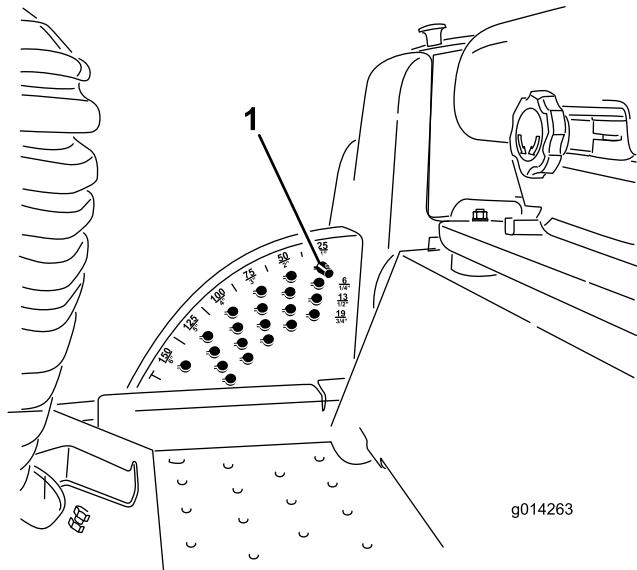

Figure 16
Remarque: Pour bloquer le plateau de coupe/l'accessoire en position relevée, levez le plateau au-delà de la position 15 cm, retirez la goupille de butée de hauteur de coupe (voir Réglage de la hauteur de coupe), et placez-la à la position 15 cm (Figure 16).
1. Lorsque le moteur tourne, repoussez la commande de relevage plateau de coupe en arrière jusqu'à ce que le plateau soit complètement relevé et **relâchez immédiatement la commande** (Figure 16).
2. Pour régler la hauteur de coupe, tournez la goupille de butée jusqu'à ce que la saillie s'aligne sur les fentes dans les trous du support de hauteur de coupe et déposez-la (Figure 16).
3. Placez la goupille dans le trou du support correspondant à la hauteur de coupe voulue et tournez-la pour la verrouiller en place (Figure 16).
Remarque: Il y a quatre rangées de trous (Figure 16). La première rangée donne la hauteur de coupe indiquée au-dessus de la goupille. La deuxième rangée donne la hauteur indiquée plus 6 mm. La troisième rangée donne la hauteur indiquée plus 12 mm. La dernière rangée donne la hauteur indiquée plus 18 mm. Un seul trou, situé dans la deuxième rangée, correspond à la hauteur 15,8 cm. Il n'ajoute pas 6 mm à la hauteur de 15,8 cm.